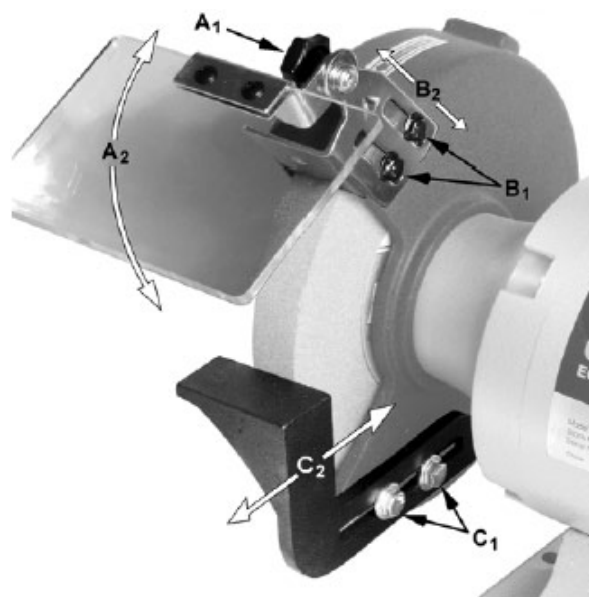

Рисунок 3
1. Ослабьте винты (A1, Рис. 3).
2. Установите экран для защиты глаз на необходимый угол (A2, Рис. 3).
1. Ослабьте винты (B1, Рис. 3).
2. Переместите искрогаситель на расстояние 4 мм от поверхности шлифовального круга (B2, Рис. 3).
3. Затяните винт (B1, Рис. 3).
1. Ослабьте винты (C1, Рис. 3) при помощи 12 мм гаечного ключа.
2. Переместите подручник (C2, Рис. 3) на расстояние 4 мм от шлифовального круга.
3. Затяните винты (C1, Рис. 3).